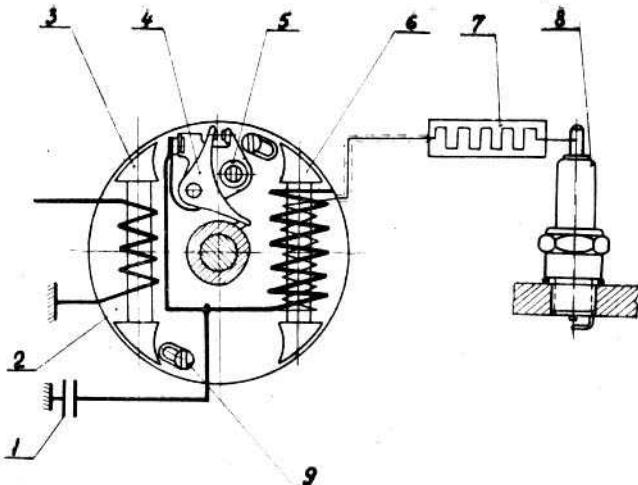

Рис. 6 — Схема зажигания:
Электрооборудование двигателя состоит из маховичного магдино, провода высокого напряжения с сопротивлением и свечи (рис. 6).
Зазор между контактами прерывателя регулирует при верхнем положении поршня. При этом следует отвернуть винт 5 (рис. 6), повернуть на необходимый угол рычажок 4 и затянуть винт 5.
2. Ослабить два крепежных винта 9 (рис. 6), крепящих статор магдино 2, и повернуть статор на необходимый угол до начала размыкания контактов (см. п. 5 «проверки»).